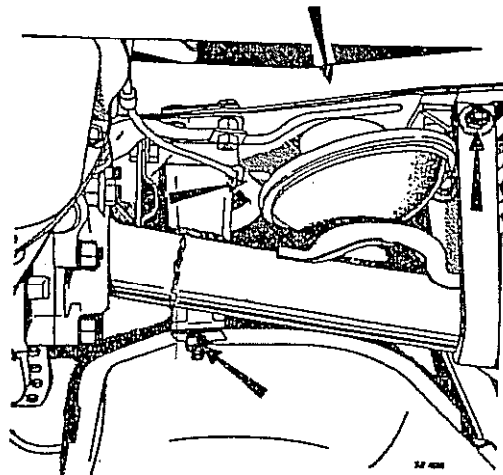

Fig. 32
- 1) Desconectar las cintas limitadoras de la suspensión (Fig. 32).